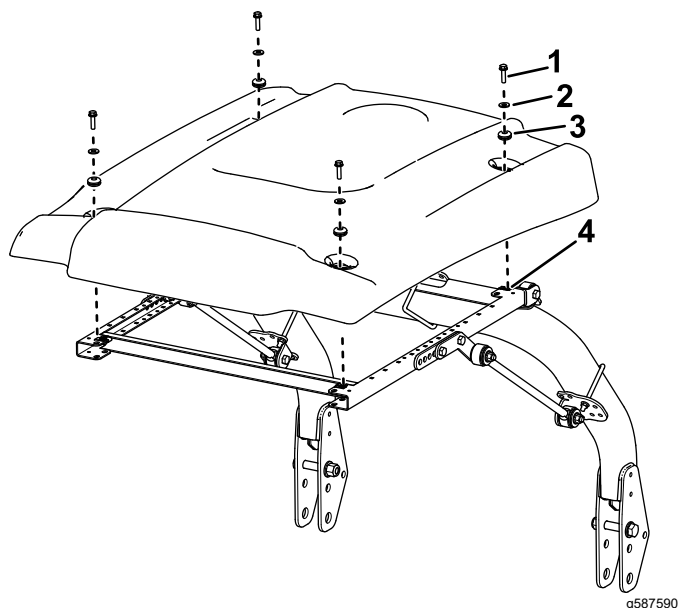

Рисунок 41
15. Выравнивая монтажные отверстия, расположите солнцезащитный навес на раме, как показано на Рисунок 41.
16. Установите каждый угол солнцезащитного навеса на раму с помощью болта с фланцевой головкой (5/16 x 1 дюйм), малой шайбы и уплотнительной втулки, не затягивая их (Рисунок 41).